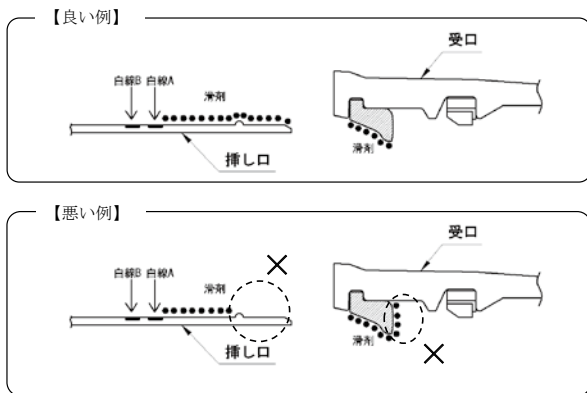

図14 滑剤塗布範囲
- (1) 滑剤は、ダクティル鉄管継手用滑剤を使用する。
- (2) ゴム輪の内面テーパ部および挿し口外面（挿し口先端部から白線Aまでの範囲）に滑剤を均一に塗布する（図14）。
受口内面やゴム輪の奥（図14）に滑剤が付着しないように、滑剤を塗布してください。ゴム輪と受口内面の間に滑剤が付着すると、挿し口挿入時にゴム輪がずれ、漏水の原因となる恐れがあります。